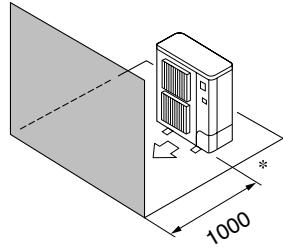

Fig. 2-5
④ Εμπόδια στην μπροστινή πλευρά μόνο (Fig. 2-5)